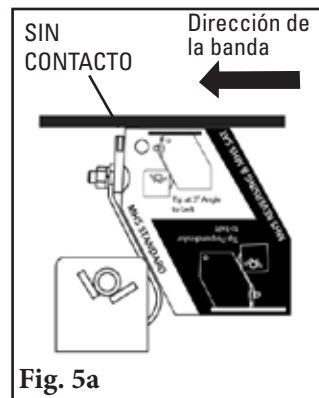

Fig. 5a
5. **Establezca el ángulo de la hoja.** Centre el eje/hojas en la banda. Gire el eje hasta que las puntas se alineen con el lado blanco de “MHS estándar” del calibrador de ajuste de la punta que se incluye (Fig. 5a). Apriete los dos tornillos de sujeción en cada montaje de eje de torsión para bloquear el eje en su lugar (Fig. 5b). No debe haber contacto de la hoja a la banda mientras bloquea el eje en la posición correcta. Si hay contacto, revise dos veces la medida del Paso 1.